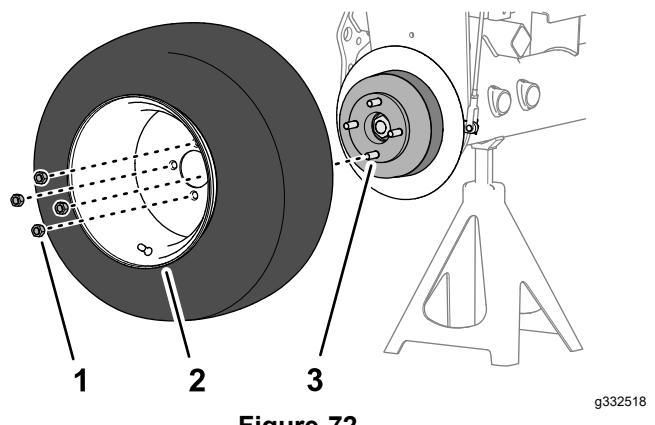

Figure 72
- Fixez la roue sur le moyeu avec les 4 écrous de roue (Figure 72), et serrez les écrous à la main.